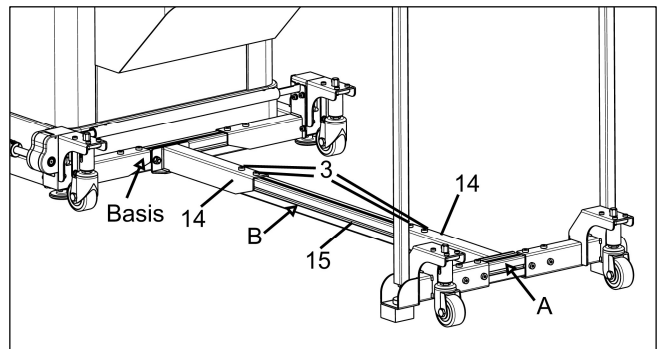

Abb. 23
d. Befestigen Sie ein Flansch der Distanzstange "B" am Sockel und das andere Ende an der Lenkrolleinheit "A". Stellen Sie die Position der Distanzstange "15" so ein, dass die Einstecktiefe beider in die Flanschkonsolen "14" eingesteckten Enden, gleichermaßen mindestens 80mm beträgt. Ziehen Sie mit dem Ringgabelschlüssel schließlich alle Klemmschraubverbindungen "3" fest. (siehe **Abb. 23**)